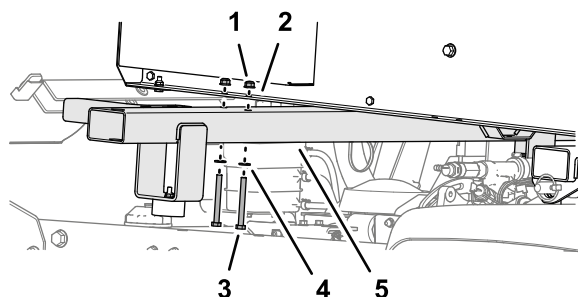

Figura 15
2. Eleve el travesaño delantero hasta el raíl de la recebadora y monte el travesaño en el raíl (Figura 15) con 2 tornillos de caperuza (5/16" x 3"), 2 arandelas (5/16") y 2 contratuercas con arandela prensada (5/16").